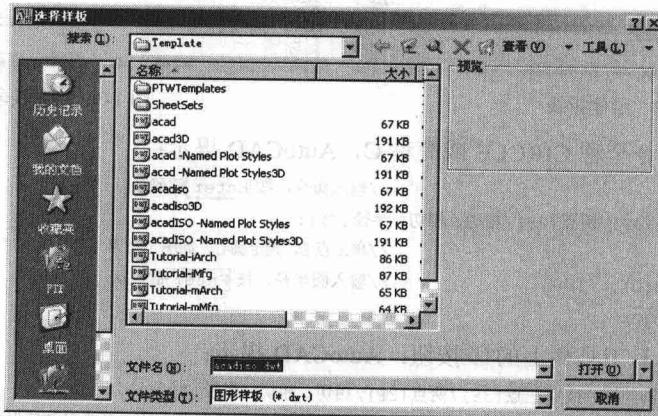

图 1-1 【选择样板】对话框
(1) 启动 AutoCAD。
(2) 选择菜单命令【文件】/【新建】，打开【选择样板】对话框，如图 1-1 所示。该对话框中列出了用于创建新图形的样板文件，默认的样板文件是“acadiso.dwt”。单击 **打开(O)** 按钮，开始绘制新图形。